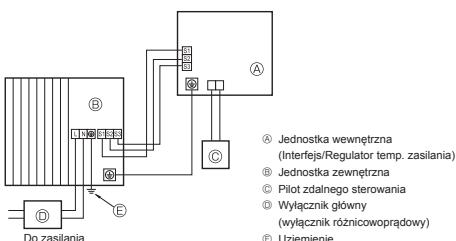
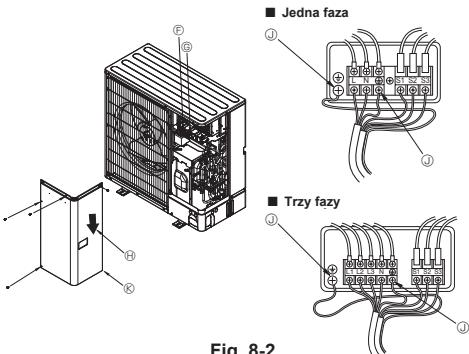

Fig. 8-1
Fig. 8-2
### 8.1. Jednostka zewnętrzna (Fig. 8-1, Fig. 8-2)
① Usunąć panel serwisowy.
② Podłączyć przewody zgodnie z Fig. 8-1 i 8-2.